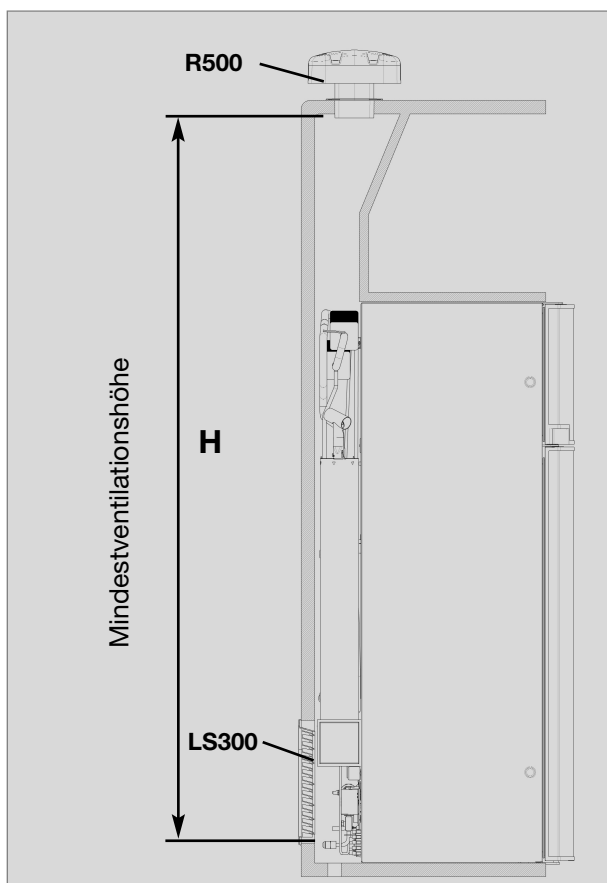
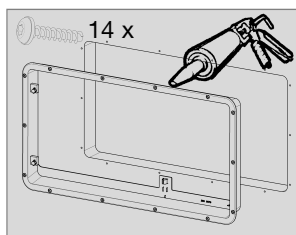

Abb. 13
Abb. 16
Die Belüftung des Aggregates erfolgt durch zwei Öffnungen (Belüftungsgitter) in der Wohnwagenwand. Frischluft tritt unten ein und strömt erwärmt durch das obere Belüftungsgitter ab (Kamineffekt). **Das obere Belüftungsgitter sollte so hoch wie möglich über dem Kühlaggregat angebracht werden (Abb. 13) . Das untere Belüftungsgitter muss bündig mit dem Nischenboden angeordnet sein (Abb. 16), damit unverbranntes Gas (schwerer als Luft) auf direktem Weg ins Freie gelangt. Der Gasbrenner muss sich oberhalb der Kante (1) befinden.**